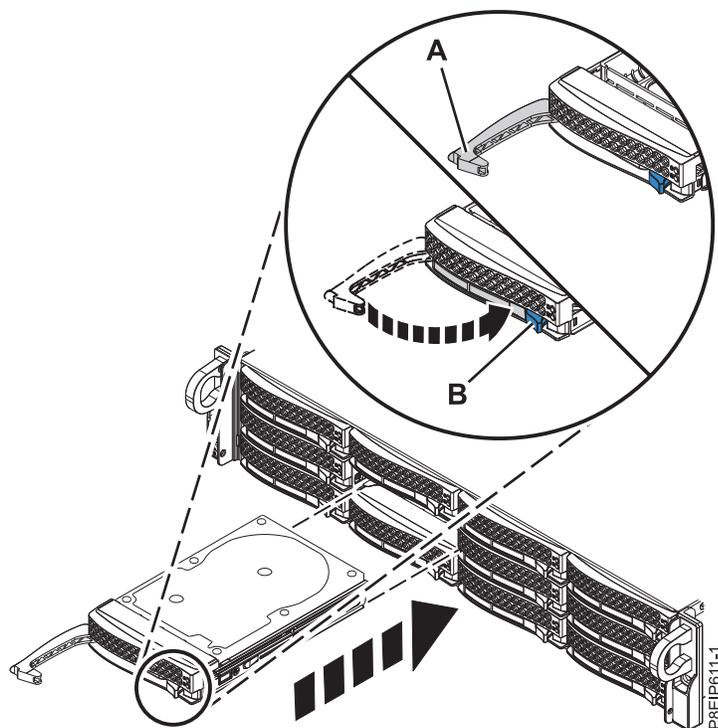

図 100. ディスク・ドライブのロックの詳細
3. (B) 位置にロックされるまでハンドル・リリースを押し込んで、ドライブ・ベイ・ハンドル (A) をロックします (102 ページの図 100 を参照)。